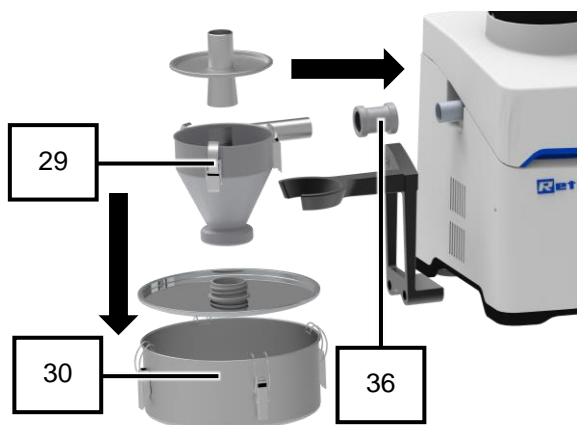

Рис. 48: компоненты циклонного сепаратора
13. Установите циклонный сепаратор (29) в вилку крепления (31) (Рис. 48).
14. Соедините циклонный сепаратор (29) и проходную кассету (26.1) с муфтой (33) (Рис. 48).
**УКАЗАНИЕ:** сначала закройте крышку, а затем закрепите муфту (36). В противном случае проходная кассета может перекоситься.
17. Закрепите приемный контейнер (30) на циклонном сепараторе (29) (Рис. 48).